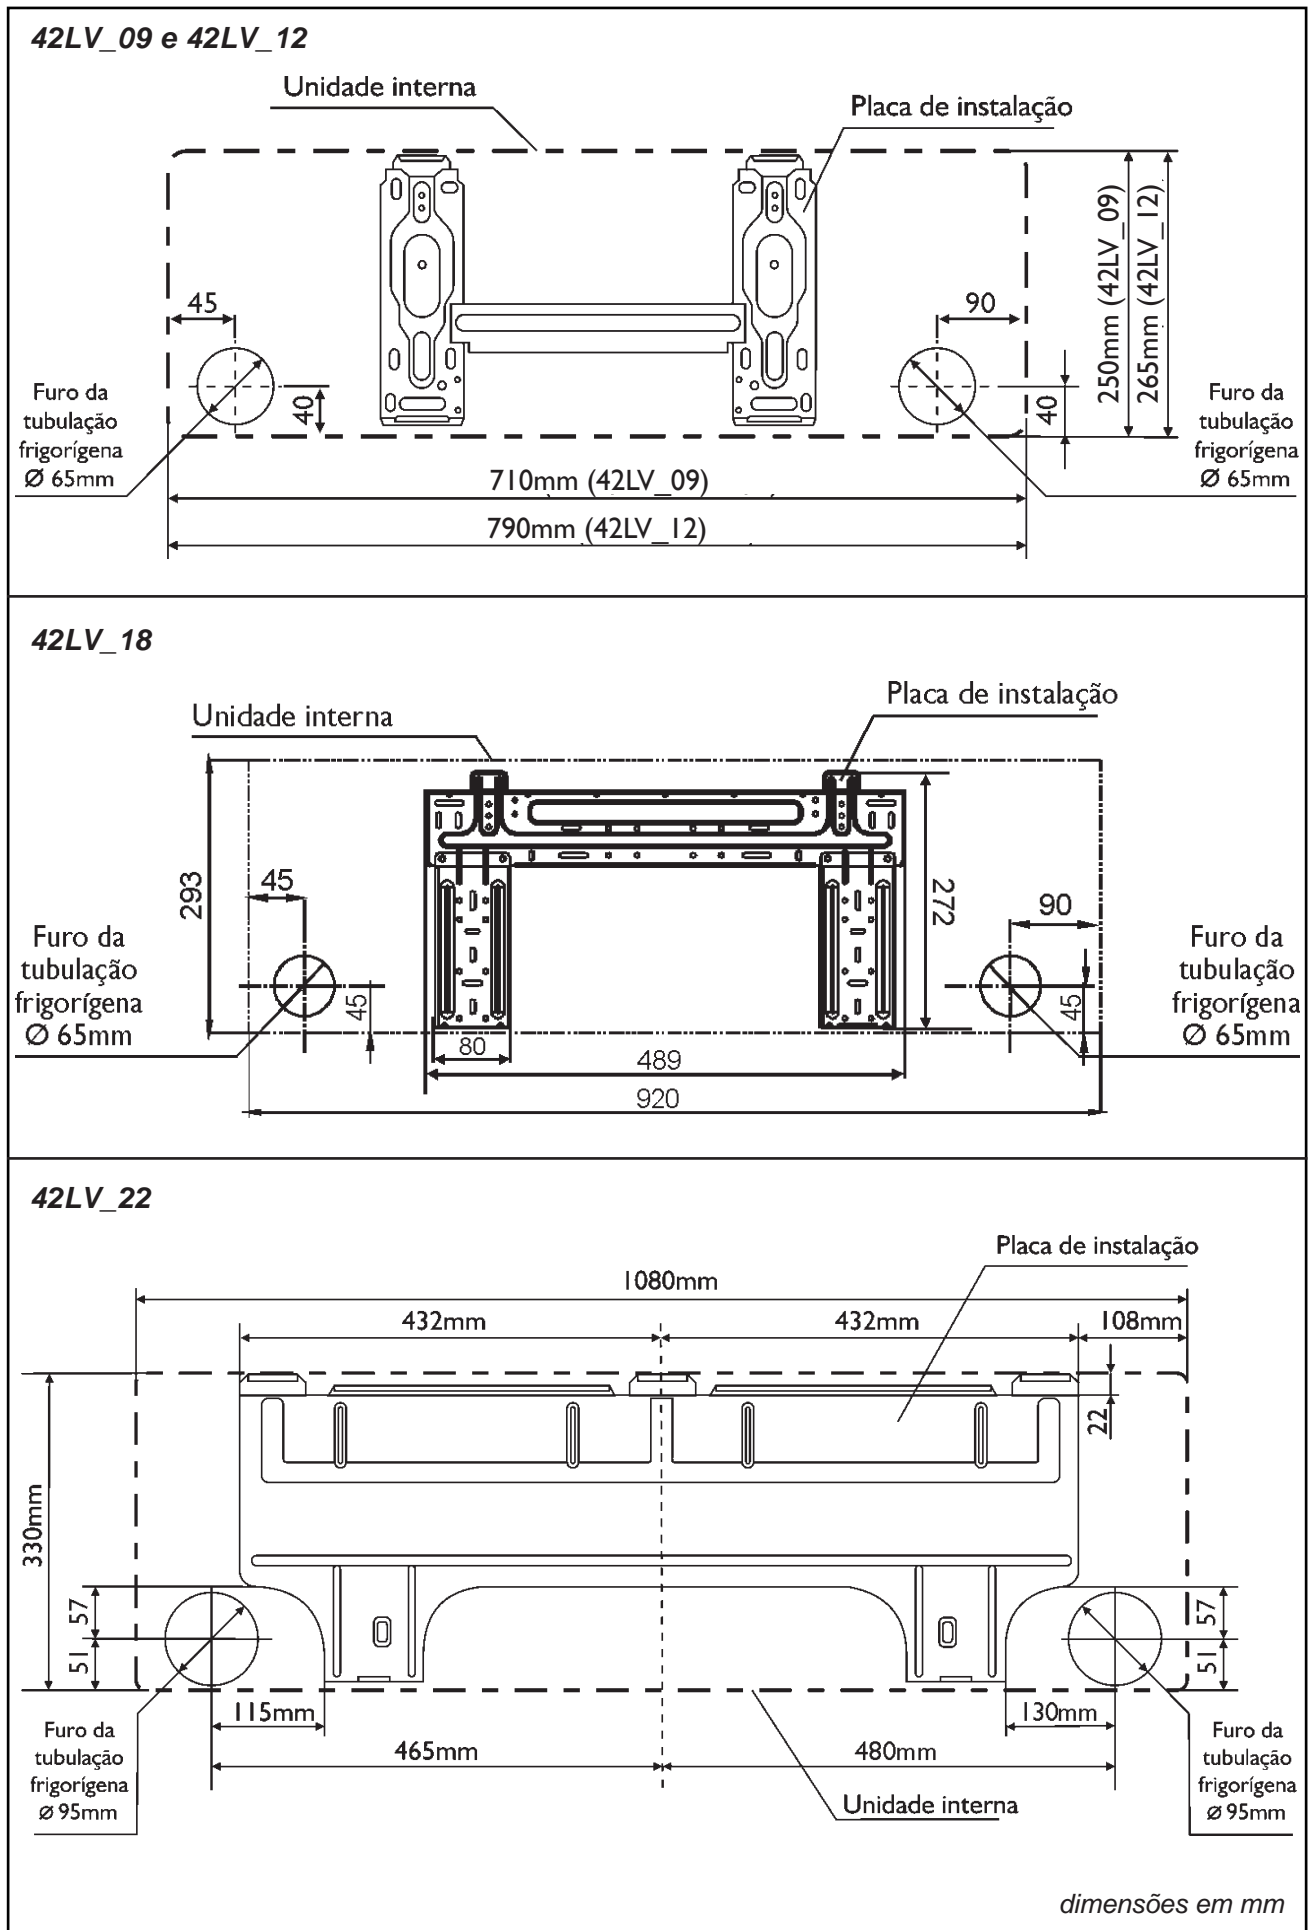

FIGURA 13 - SUPORTE DE MONTAGEM E DIMENSÕES
- Fixe o suporte à parede com parafusos auto-atarraxantes através dos furos próximos à borda externa dele como mostrado na figura 13 (Coloque parafusos em todos os furos superiores).
Veja na figura 13 as dimensões para furação do dreno conforme cada capacidade.